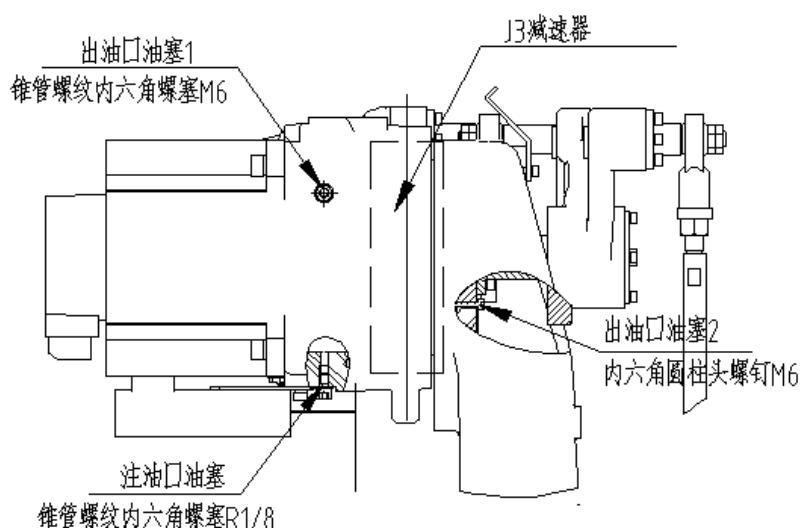

图 13 J3 轴减速机局部结构
## (1) 油脂补充步骤 (参考 图 13 J3 轴减速机局部结构)
- ④ 安装注油口堵塞;
- ⑤ 安装出油口油塞 1 前, 运动 J3 轴几分钟, 使多余的油脂从出油口 1 中排出;
- ⑥ 用布擦净从出油口 1 排出的多余的油脂, 安装出油口 1 堵塞。
## (2) 油脂更换步骤 (参考 图 13 J3 轴减速机局部结构)